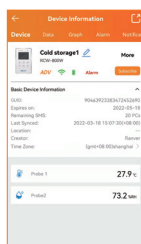

Figura 3: Informações do dispositivo
- 5) Quando o dispositivo precisar reconfigurar o WiFi, siga as etapas 1) a 2). Em seguida, abra as "Informações do dispositivo" do dispositivo no APP e clique no ícone " " na página de detalhes (conforme mostrado na Figura 3). Siga